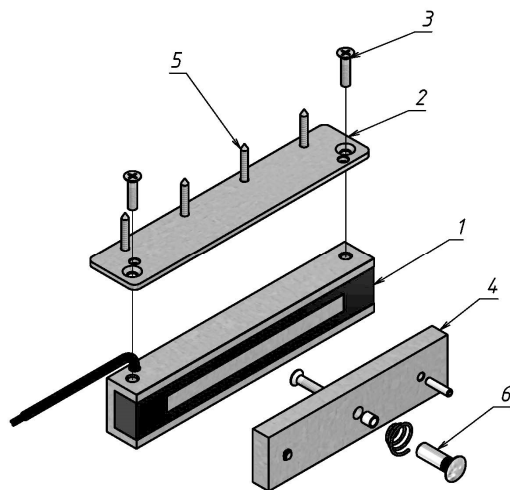
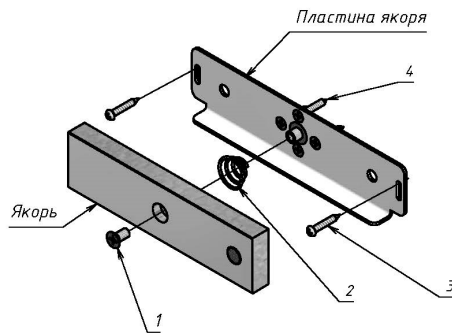

Рисунок 1 – Комплект поставки замка AL-350FB-M-01
Рисунок 2 – Комплект крепления якоря 350P
3.2 В комплект поставки замка **AL-350FB-M-01** входят (рисунок 1):
- пластина (2) -1 шт.
- винт M6x25 (3) -2 шт.
- комплект крепления якоря (6):
3.3 В комплекте поставки замка **AL-350FB-M-02** комплект крепления якоря (поз.6 рисунок 1) заменен комплектом крепления якоря **350P** (рисунок 2): пластина якоря, винт M6x12 (1), пружина (2), саморез 4x25 п/к (3) -2 шт. - саморез 4,2x25 потайн. (4) - 4 шт.)
- **пластина 350FB-M 2 мм** для регулировки положения корпуса замка и создания зазора, исключающего удар торца якоря о пластину или кронштейн (рисунок 1);
- **комплект крепления якоря 350P** (рисунок 2);
5.2 Корпусная часть замка размещается в верхней части дверной коробки. В зависимости от ширины дверной коробки монтажная пластина (поз.2 рисунок 1) ориентируется на корпусе замка и крепится с помощью винтов М6 (поз.3 рисунок 1). Варианты крепления корпуса замка на пластине приведены на рисунке 3.
5.4 Якорь замка для варианта поставки **AL-350FB-M-02** устанавливается без сверления монтажных отверстий в двери и без штифта с помощью **комплекта крепления якоря 350P** (рисунок 2). Якорь соединяется с пластиной крепления якоря винтом М6х12 (поз.1) через амортизирующую пружину (поз.2) и затем через регулировочные пазы в пластине крепится саморезами (поз.3) к двери. После окончательной регулировки взаимного положения корпуса и якоря при закрытой двери саморезы (поз.3) затягиваются, якорь снимается с пластины и выполняется крепление пластины к двери саморезами (поз.4), после чего якорь снова устанавливается на пластину.